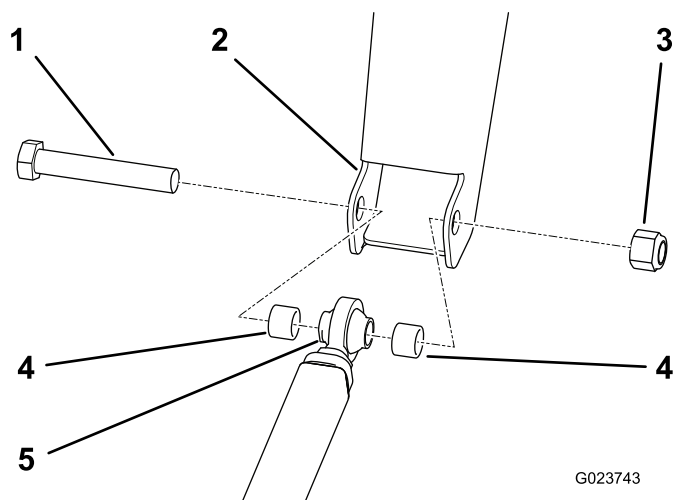

Рисунок 15
- Выровняйте конец штока буксировочной штанги относительно сцепного устройства рамы (Рисунок 15).